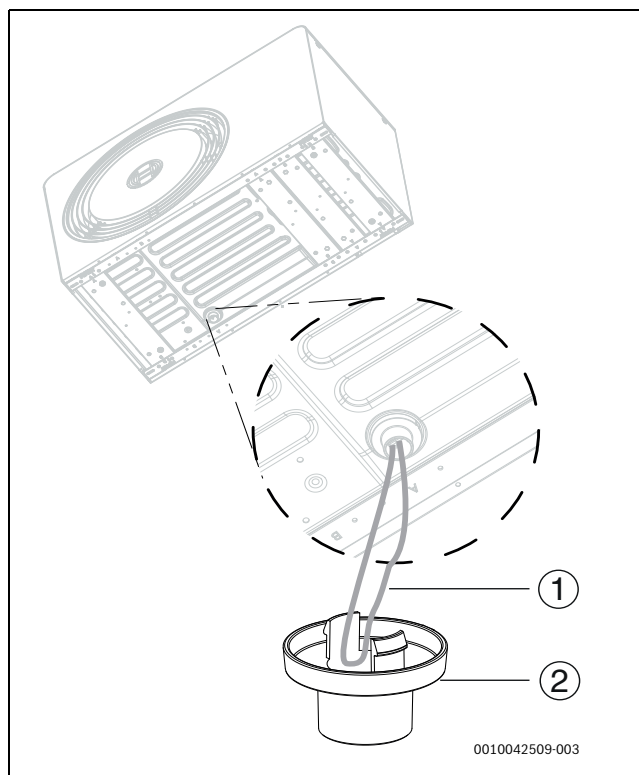

Fig. 25 Installation de la buse de vidange
3. Extraire la boucle de l'élément chauffant du bac de récupération et la faire passer dans la buse de vidange (→ bild 25). Fixer la buse de vidange à la pompe à chaleur.